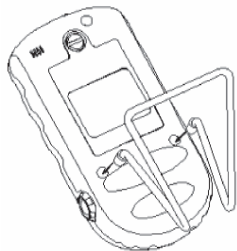

Figura 2-3 Fissaggio supporto
4) Fissare il supporto, come mostrato in figura 2-3.